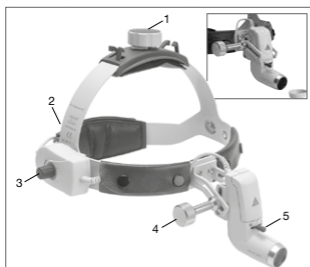

Fig. 4 Faixa de cabeça Professional L
Adaptação da **faixa de cabeça Professional L** (ver fig. 4): Para adaptação ao diâmetro da cabeça, a faixa de cabeça pode ser apertada ou alargada através dos botões rotativos em cima (1) e atrás (2).
Selecionando o ângulo e o campo de visão (fig. 4)